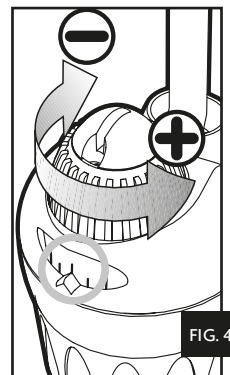

FIG. 4
- Turn the blue control knob until the desired temperature shows up in the scale window (fig. 4). Leave the heater to stabilise for about one full day and check the temperature of the water with a precision thermometer.
- Tourner le bouton de réglage jusqu'à ce que la valeur choisie soit en face du point de repère (fig. 4). Laisser fonctionner pendant 24 heures. Prendre la température avec un thermomètre de précision.
- 3- draai de blauwe draaieregelaar om het gewenste water temperatuur te kiezen (afb. 4). Laat u de staafverwarming minimaal gedurende 24 uren draaien, controleer dan het watertemperatuur doormede een precisie thermometer.
- 3- Gire el botón de regulación hasta que el valor seleccionado esté frente al punto de referencia (fig. 4) Déjelo funcionar durante 24 horas. Tome la temperatura con un termómetro de precisión.